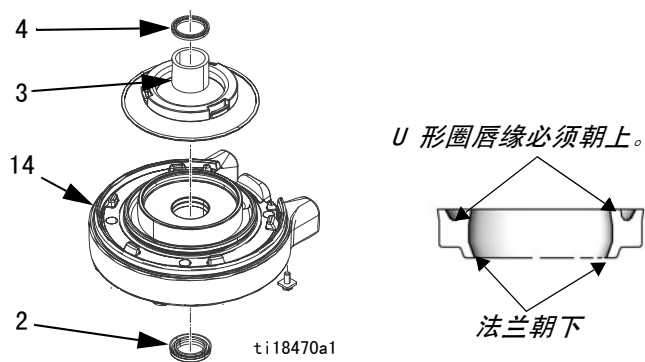

图 10: 气动马达 U 形圈的安装
9. 将护板 (13) 套到气缸 (12) 周围, 并装入顶盖 (1) 的凹槽中。
10. 见图 10。润滑新法兰 U 形圈密封件 (2) 并安装到底盖 (14) 的轴承底部。U 形圈必须朝上, 法兰必须朝下。将轴承 (3) 装在底盖内。润滑并安装新 U 形圈密封件 (4) 到轴承顶部 (3)。唇缘必须朝上。